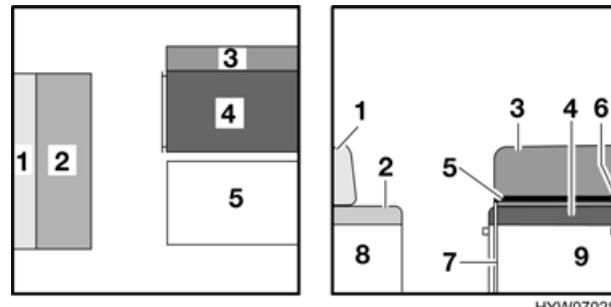

Bild 46 Vor dem Umbau
- Das Rückenpolster (Bild 46,1) und das Sitzpolster (Bild 46,2) der Längssitzbank abnehmen und beiseite legen.